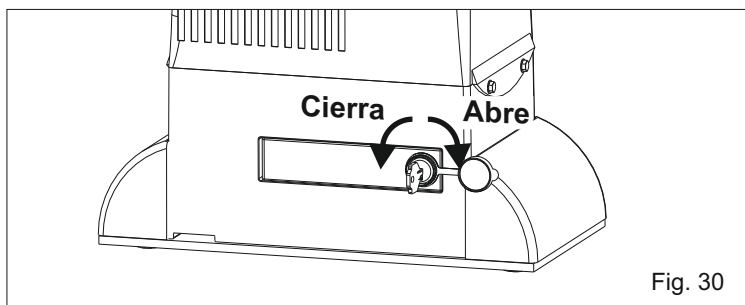

Fig. 30
- Abir el cubre cerradura, insertar la llave y rotarla en sentido horario de 90° (Fig. 30).